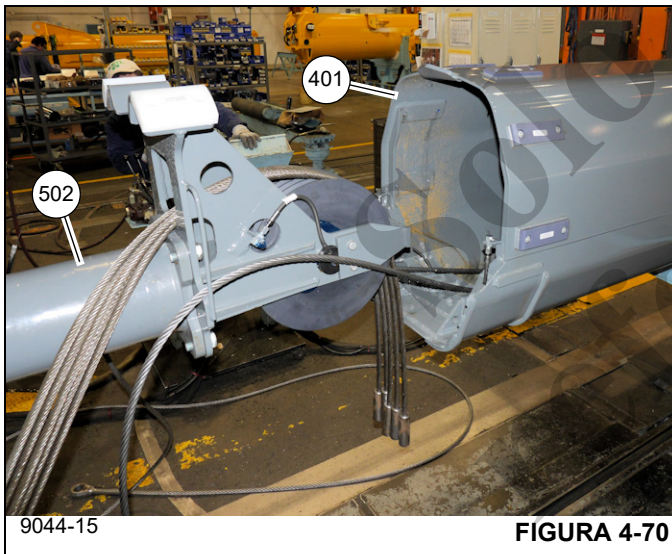

FIGURA 4-70
21. Eleve el cilindro telescópico N.º 1 (502), con una grúa y cadenas adecuadas, y colóquelo detrás de la sección telescópica 3 (401) (vea la Figura 4-70)